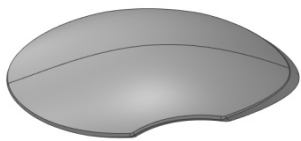

图 8-67 细节建立
(4) 使用拉伸工具对盖子边缘部分进行拉伸切除，做出手部扣手位，如图 8-67 所示。